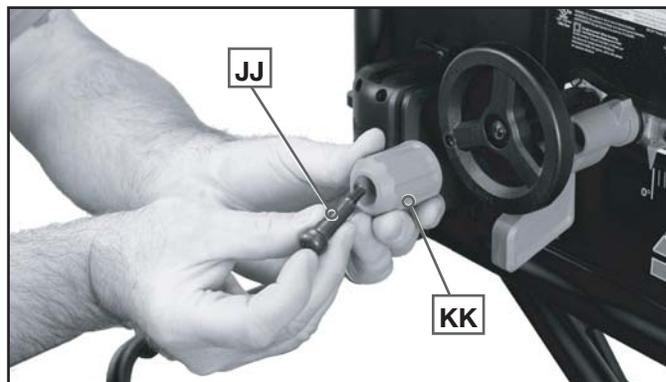

Fig. 1
Instale la perilla de ajuste de altura como se muestra en ensamble de motor/arbor de pág. 80 Fig. 1 y subir a la posición más alta para proporcionar fácil acceso a rajar Asamblea de cuchillo cerradura pomo y arbor.
1. Inserte el tornillo de hombro de la manija de la rueda (JJ) en la perilla del volante de ajuste de altura (KK) como se muestra en la Fig. 1.